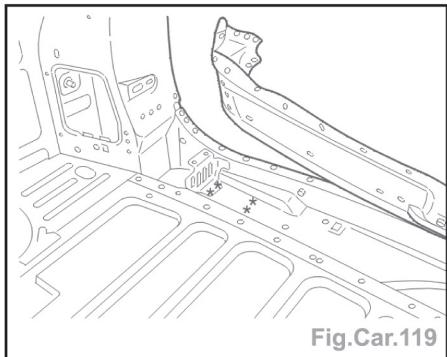

Fig.Car.119
- Rabattre l'extrémité du panneau (opération symétrique), dégrafer partiellement le panneau et découper par fraisage des points (côté D) (Fig.Car.119).